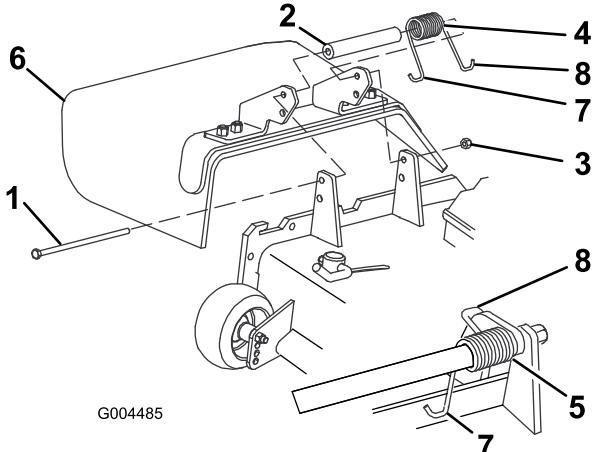

Figura 78
- Togliete il dado di bloccaggio, il bullone, la molla e il distanziale che fissano il deflettore alle staffe orientabili del tosaerba (Figura 78). Togliete il deflettore di sfalcio se è danneggiato o consumato.
- Inserite un distanziale e la molla tra le nuove staffe del deflettore di sfalcio (Figura 78). Collocate l'estremità sinistra a J della molla dietro il bordo del piatto di taglio.
Nota: Prima di montare il bullone, come riportato nella Figura 78, verificate che l'estremità sinistra a J della molla sia inserita dietro il bordo del piatto di taglio.
- Montate il bullone e il dado. Infilate l'estremità a gancio della molla attorno al deflettore di sfalcio (Figura 78).